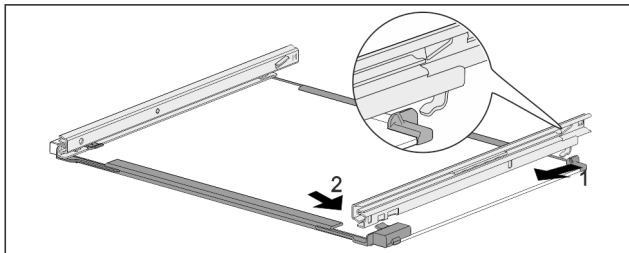

Fig. 169 Glasplaat met rails
- ▶ Rail achter vasthaken. Fig. 169 (1)
- ▶ Rail voor vasthaken. Fig. 169 (2)